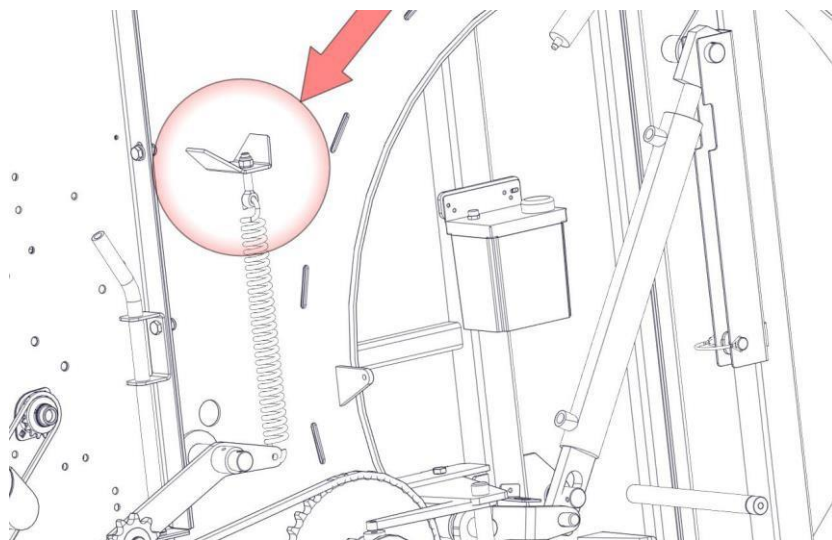

Рисунок 40 Регулировка автоматических натяжных устройств
- используя гайку, отрегулируйте натяжение цепи (Рисунок 40);